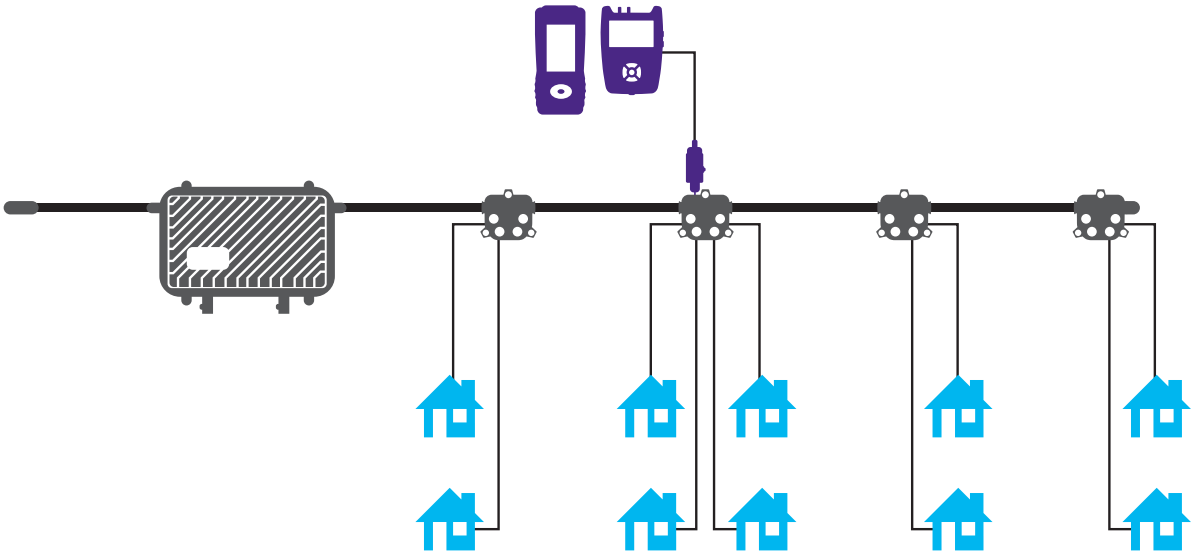

Figura 2 – Medidor de nível de sinal conectado à probe I-Stop
b. Conecte o medidor à porta tipo F na probe I-Stop (Figura 2)